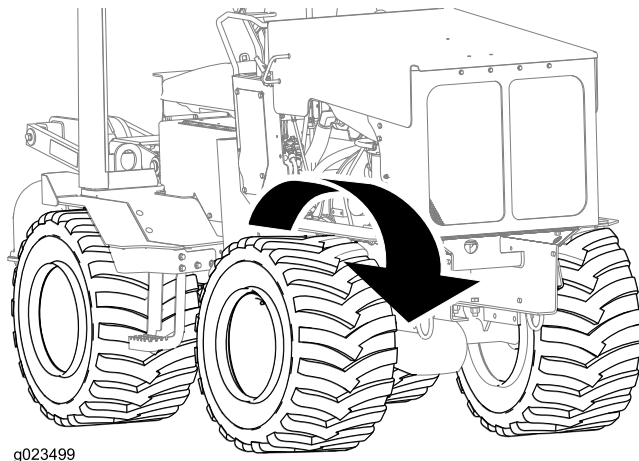

Figura 20
**Nota:** Asegúrese de que el dibujo de los neumáticos está orientado en la misma dirección (consulte Figura 20).